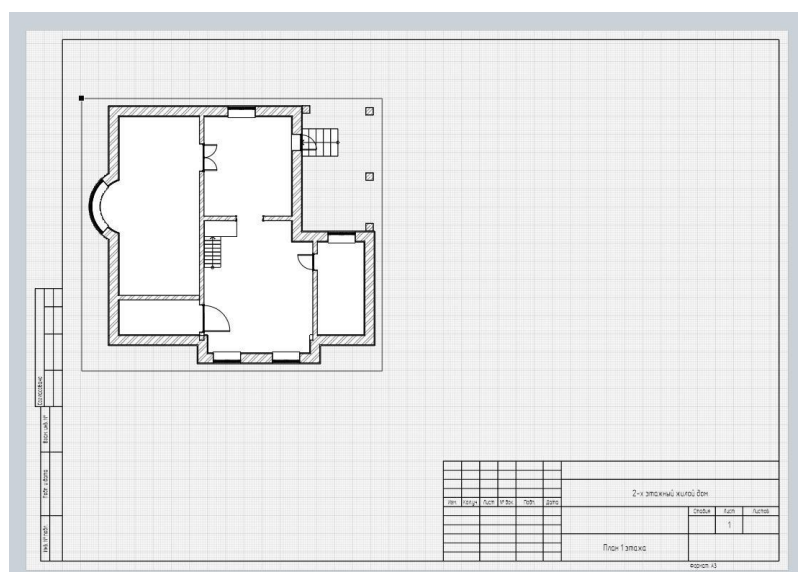

Рис. 5 Размещение вида на листе
3. Укажем точку вставки на листе (рис. 5)